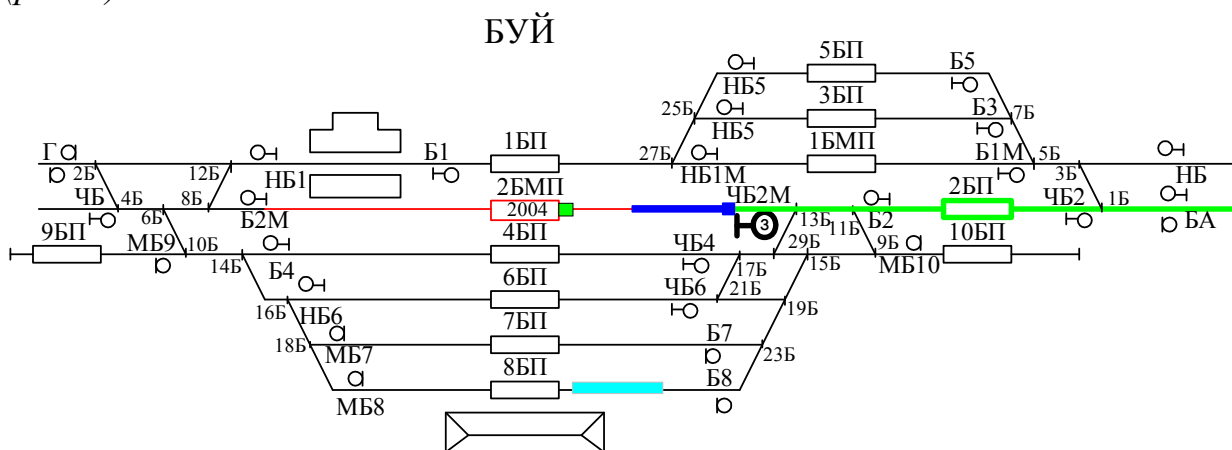

Рис. 5. Отправление поезда № 2004 со станции Буй
*В результате готовится маршрут: стрелки, входящие в него, автоматически переводятся в соответствующее положение, путь загорается белым цветом, светофор – зеленым, и поезд через некоторое время отправляется (рис. 5).*